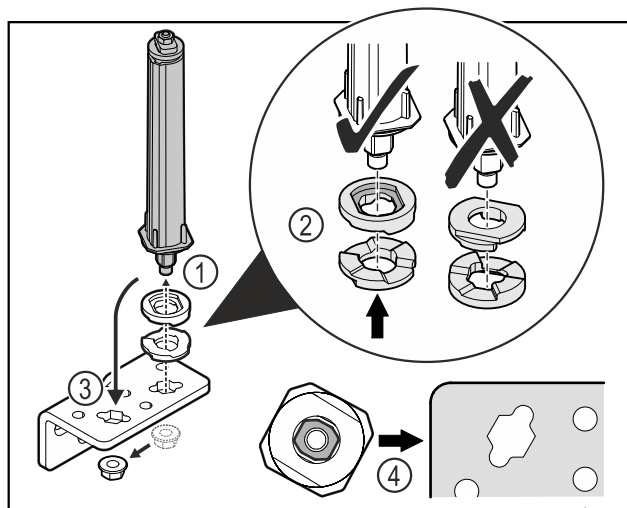

Fig. 38
- ▶ Otpustite maticu i skinite sustav zatvaranja vrata Fig. 38 (1).
- ▶ Pazite na ispravno poravnanje pločica za namještanje visine Fig. 38 (2).
- ▶ Premjestite sustav zatvaranja vrata u kutnim šarkama i pričvrstite ga maticom Fig. 38 (3).
- ▶ Pri umetanju pazite na ispravno poravnanje sustava zatvaranja vrata Fig. 38 (4).